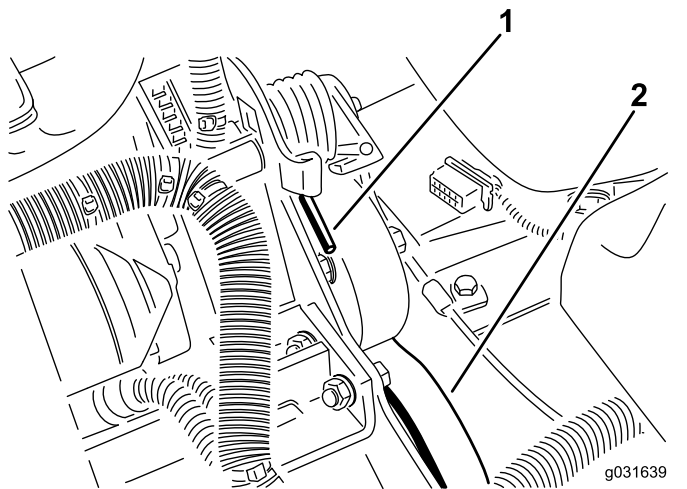

図 62
2. スプリングの端を前側に押し下げてブラケットから外し、スプリングのテンションをなくす 図 62。